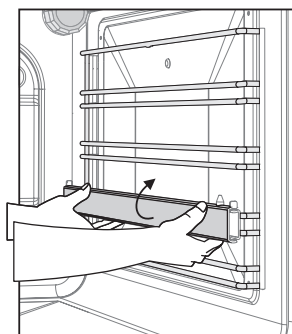

Рис. 20
- **Телескопические направляющие** крепятся на проволочные направляющие и служат для выдвижения готовящегося блюда за пределы горячей духовки. Телескопические направляющие могут быть установлены на разной высоте, в зависимости от того, на каком уровне должно идти приготовление пищи. Чтобы переустановить телескопическую направляющую, необходимо отвести ее нижний край (рис.20), а затем движением вниз снять с проволочных направляющих. Установка на другой уровень производится в обратной последовательности.